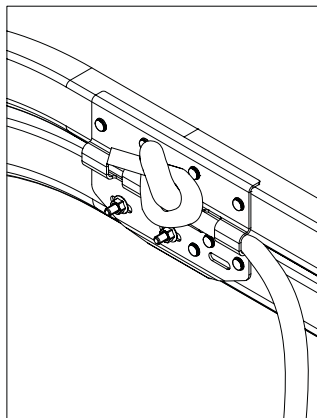

Рис.42.1. Крепление каната к направляющей
- Способ крепления каната показан на рис. 42.1 и 42.2. Верхний конец каната крепится к соединительной пластине горизонтальной направляющей, нижний - закрепляется при помощи шайбы и самонарезающего винта 6,3х35, заворачиваемого в панель через отверстие нижнего кронштейна.